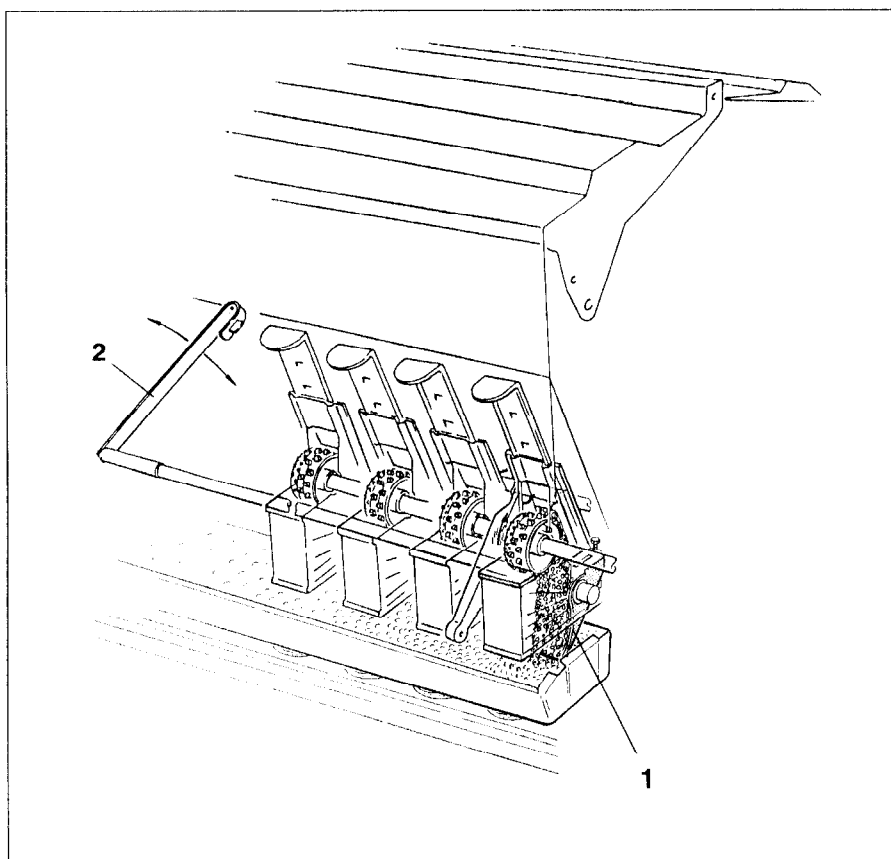

Fig. 21.1
Lorsque vous remisez le semoir pour la période d'hiver, laissez **les clapets de fond (fig. 21.1/1) ouverts en grand**. En laissant les clapets de fond fermés, vous courez le risque, particulièrement en hiver, que des rongeurs essaient de pénétrer dans la trémie, car même vide, la trémie garde l'odeur de céréale. Il arrive que les clapets de fond, s'ils sont fermés, soient dans certaines circonstances rongés par ces animaux.
Si le réglage des clapets de fond (fig. 21.1/1) s'avère erroné, il peut en résulter une distribution incontrôlée (surdose) de graines en cours de travail. Pour éviter un tel risque, il est recommandé de vérifier le réglage des clapets de fond tous les 6 mois ou avant chaque campagne de semis. Pour ce contrôle, la trémie et les carters de distribution doivent être vides de toute graine.
2. Positionnez le levier (fig. 21.1/2) dans le cran "1" de la tôle crantée.